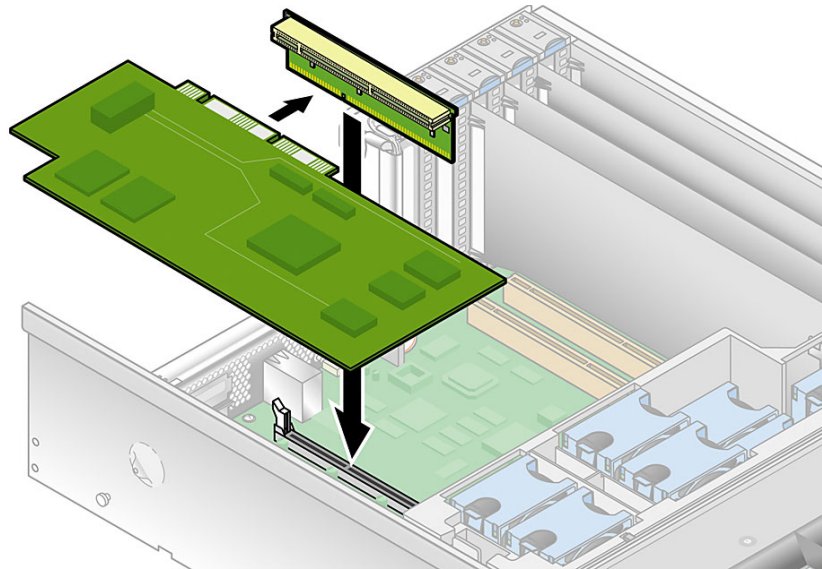

図 4-8 横型 PCI カードおよびライザーの取り付け
7. ライザー構成部品に新しい PCI カードを取り付けます (図 4-8 を参照)。